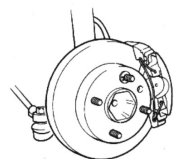

Fig. 1
- 6a Type à support intérieur (Fig. 1) Déposer les vis de retenue, s'il y a lieu, et enlever le disque de la bride.
- 6a Tipo con supporto interno (Fig. 1) Rimuovere le viti di fissaggio (laddove opportuno) e togliere il disco del freno dalla flangia del mozzo.